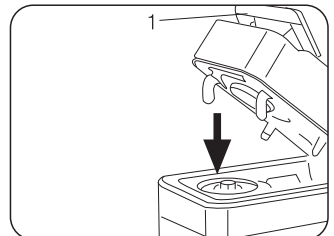
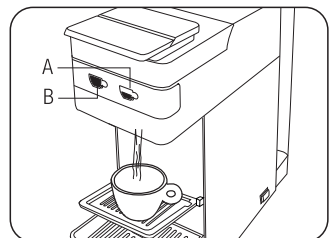

Abb. 9
Abb. 10
- Schließen Sie den Hebel (1) (Abb. 9) vollständig und drücken Sie nach Wunsch eine der Abgabetasten: die Taste (A) für die kleine oder die Taste (B) für die mittelgroße Tasse. (Abb. 10)
Ausgabe große Tasse: Drücken Sie die Taste (B) und halten Sie sie gedrückt. Das Wasser beginnt herauszufließen. Wenn die gewünschte Wassermenge abgegeben worden ist, die Taste (B) wieder loslassen. Die Wasserabgabe wird dadurch gestoppt und die Wassermenge wird gespeichert. (Abb. 10)
Ausgabe kleine Tasse: Drücken Sie die Taste (A) und halten Sie sie gedrückt. Das Wasser beginnt herauszufließen. Wenn die gewünschte Wassermenge abgegeben worden ist, die Taste (A) wieder loslassen. Die Wasserabgabe wird dadurch gestoppt und die Wassermenge wird gespeichert. (Abb. 10)